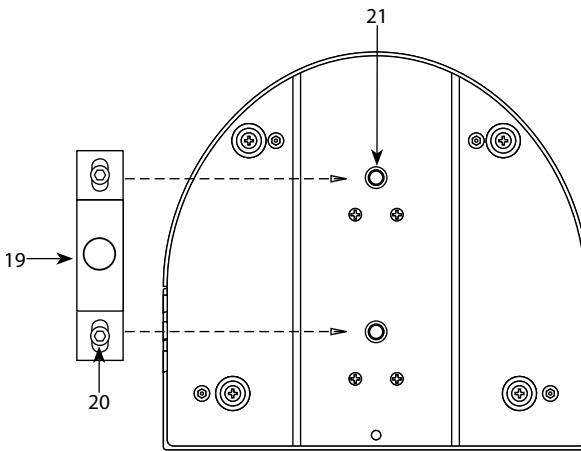

Fig. 3
Il proiettore M200LED può essere collacato su un piano solido. Inoltre, grazie alle possibilità di fissaggio della piastra alla base (vedi fig.3), l'unità può essere montata anche a testa in giù, su una traversa. Per il fissaggio occorrono dei supporti robusti per il montaggio. Fissare i supporti alle staffe di montaggio (19) in dotazione, i cui perni (20), come si vede nell'illustrazione, sono da avvitare per mezzo della filettatura M6 (21) alla piastra. L'area di collocazione deve avere una stabilità sufficiente e supportare almeno 10 volte il peso dell'unità.